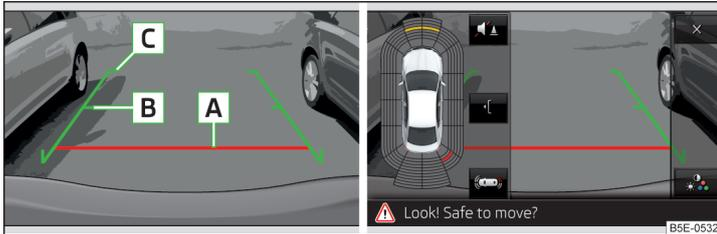

Abb. 154 Infotainmentdisplay: Orientierungslinien / Funktionstasten
**Abstand der Orientierungslinien hinter dem Fahrzeug » Abb. 154**
**Funktionstasten » Abb. 154**